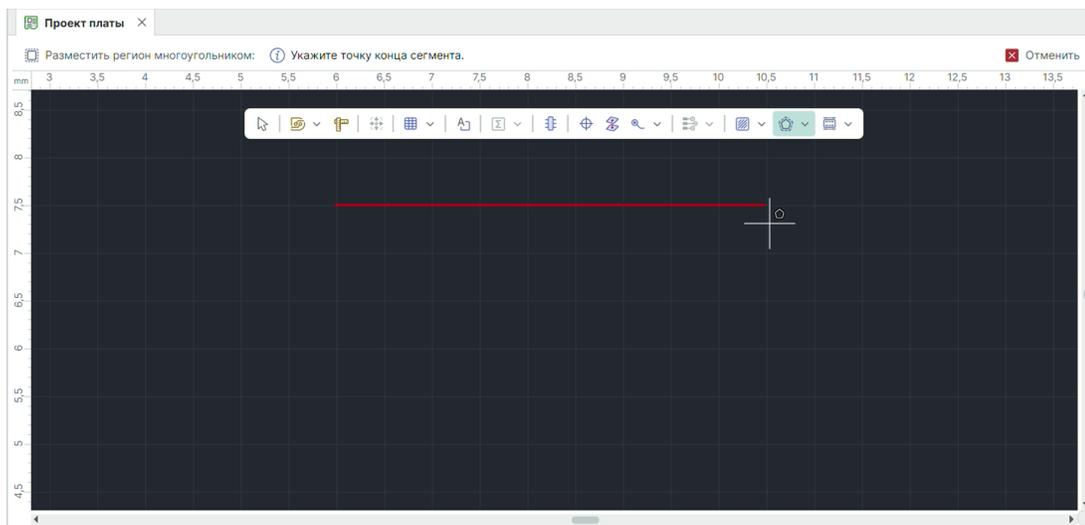

Рис. 182 Построение границ региона
2. Переместите курсор в рабочую область и отметьте первую точку, см. Рис. 182.